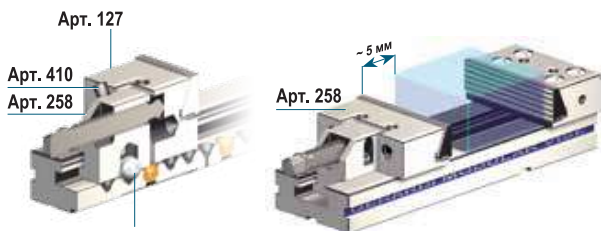

Рис. 9
2. Установите подвижную губку Арт.127 / 127А после ослабления двух винтов Арт.410, чтобы калиброванный шарик Арт. 361 мог поместиться подъем и перемещение всего зажимного устройства арт.258 в более подходящее положение на основании с оставлением воздушного зазора 5 мм от зажимаемой детали (рис. 9).